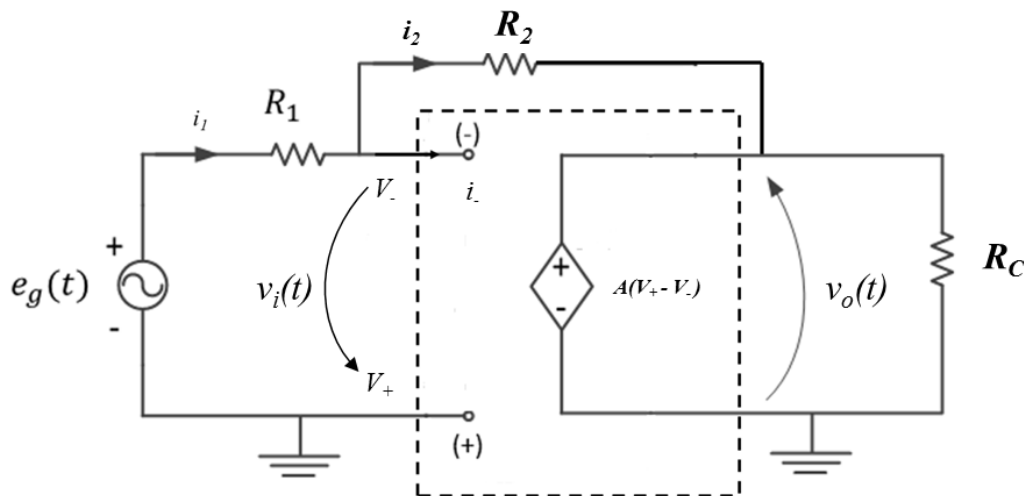

Figura 1
O circuito a ser analisado é mostrado na Figura 1 a seguir:
- Note que as ligações do circuito com o gerador vinculado foram feitas de forma a respeitar as entradas  $v_+$  e  $v_-$  indicadas no esquema elétrico da Figura 1.